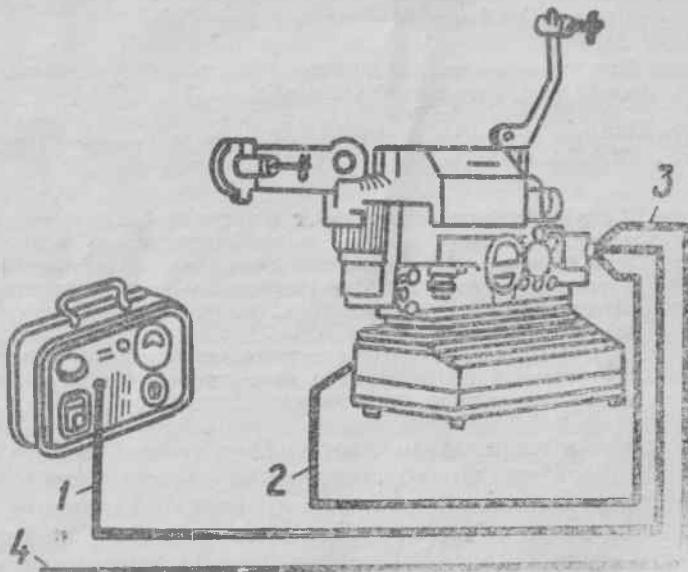

Рис. 23. Схема заземления киноустановки:
8. Заземлите специалью для этой цели прилагаемым проводником кинопроектор, усилитель и блок питания согласно схеме на рис. 23.